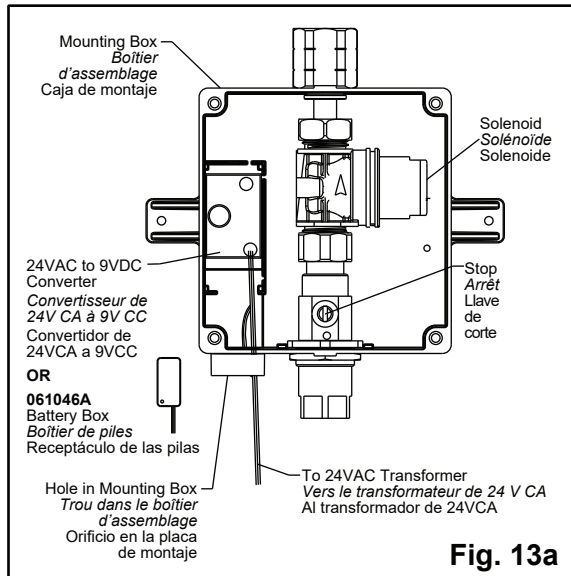

Fig. 13a
22. Turn on the stop within the mounting box. See Figure 13a.
22. *Ouvrez l'arrêt du boîtier d'assemblage. Voir la figure 13a.*